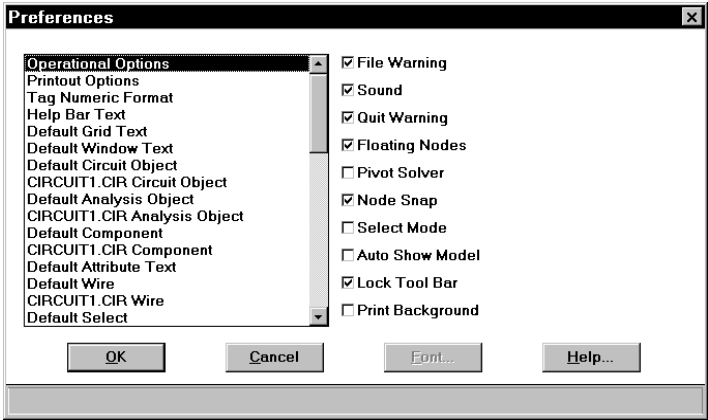

Figura 30. Cuadro de diálogo *Preferences*
- 6) **Preferences...** (Preferencias). Al seleccionar esta opción se muestra el cuadro de diálogo de preferencias, Figura 30. También se puede usar la combinación de teclas CTRL+MAYÚS+P.